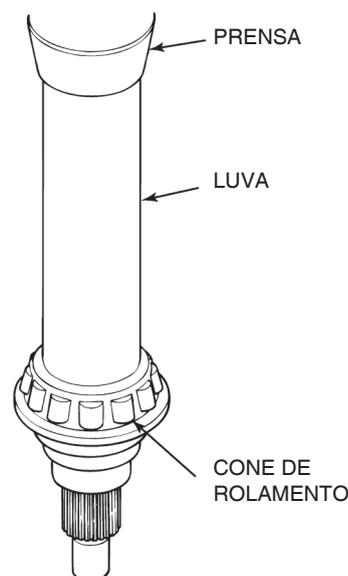

Figura 5.69
- A. Se removido, instale o cone do rolamento no eixo de entrada. Use uma prensa e uma luva para instalar o cone no eixo de entrada até que a face do cone toque o encosto no eixo. Figura 5.69.